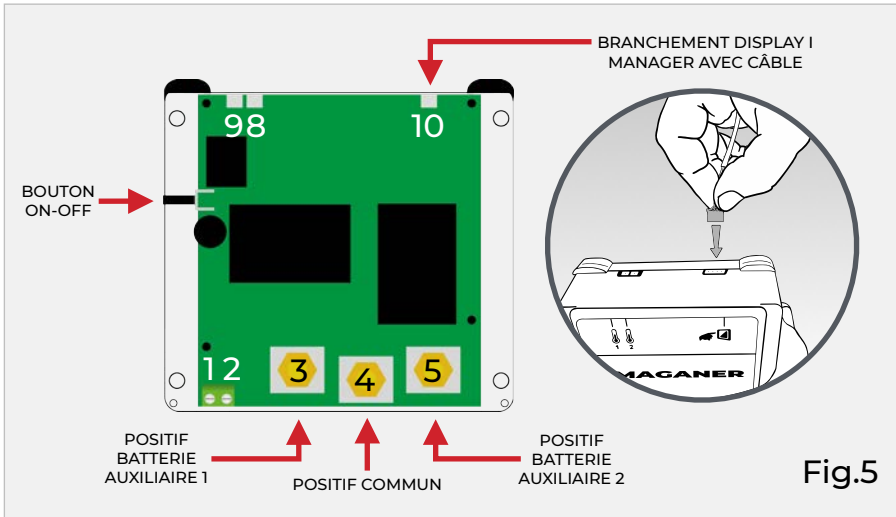

Fig.5
5. Dévisser les 3 écrous M6 des vis sur la partie avant du dispositif et réaliser les connexions suivantes (Fig.5):